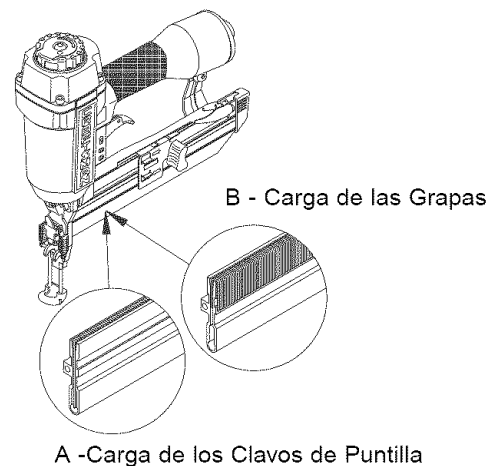

Figura 2 – Carga
- Inserte los sujetadores en el depósito (refiérase la Figura 2).